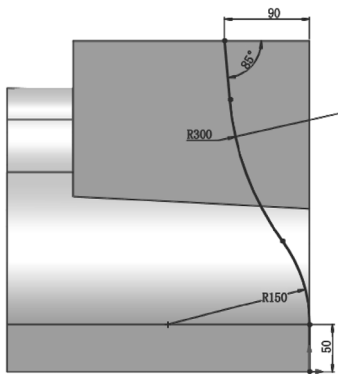

图 6-90 绘制草图尺寸 3
8) 绘制草图。在左侧的 FeatureManager 设计树中用鼠标选择“右视基准面”作为绘制图形的基准面。单击“草图”控制面板中的 $\square$ （直线）按钮和 ⌢ （三点圆弧）按钮，绘制图 6-90 所示的草图。